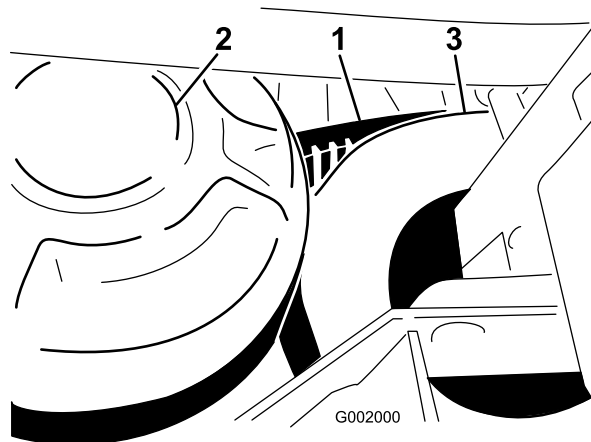

Figure 64
1. Faites tourner la courroie et faites-la passer sur l'embrayage secondaire (Figure 64).